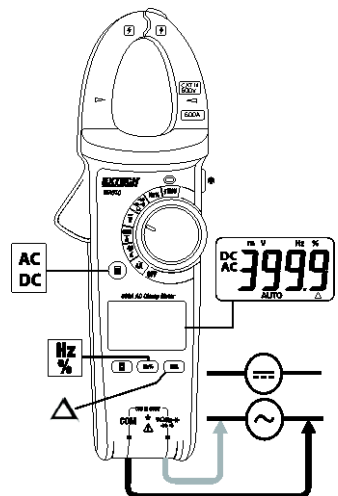

Bild 3 – Wechsel- und Gleichspannungsmessungen
3. Stecken Sie den schwarzen Bananenstecker in die negative (COM) Buchse und den roten Bananenstecker in die rote (V) Buchse. Siehe Bild 3.